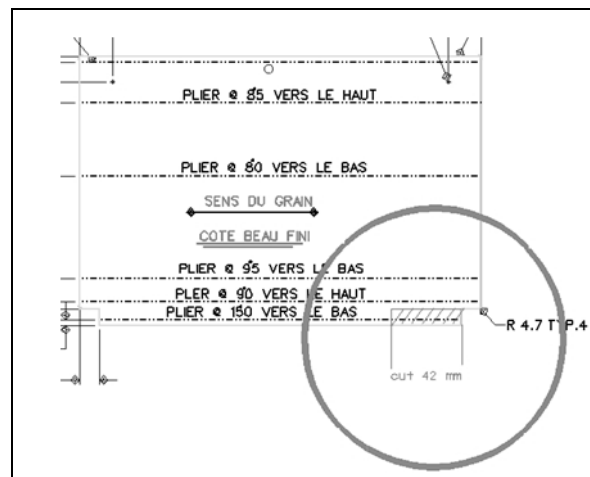

FIGURE 19
4. Glisser le conduit d'acier inoxydable afin de pouvoir couper une petite portion de 42 mm (1 21/32") de long, regliser le conduit de 42 mm de plus vers l'arrière (voir la figure 19).